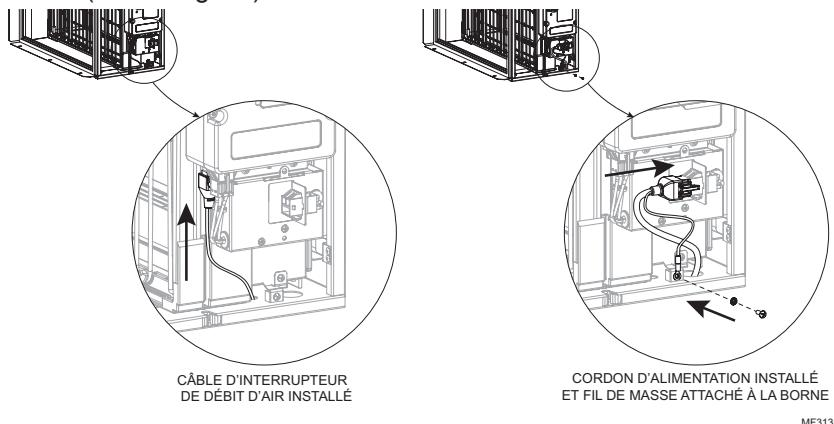

Fig. 11. Installation du câble de l'interrupteur de débit d'air et du câble d'alimentation.
- Brancher le cordon d'alimentation et le cordon de l'interrupteur de débit d'air dans leurs connecteurs d'alimentation (voir Fig. 11).
- Attacher le fil de masse du cordon d'alimentation à la borne de masse de l'armoire en utilisant la vis fournie dans la borne de masse (voir la Fig. 11).
4. **Modèles FH8000A :** Débrancher le cordon d'alimentation et le câble du capteur de débit (si branché) du module d'amélioration (voir Fig. 11 page 15).
10. **Modèles FH8000A :** Rebrancher le cordon d'alimentation et le câble du capteur de débit (voir Fig. 11 page 15).